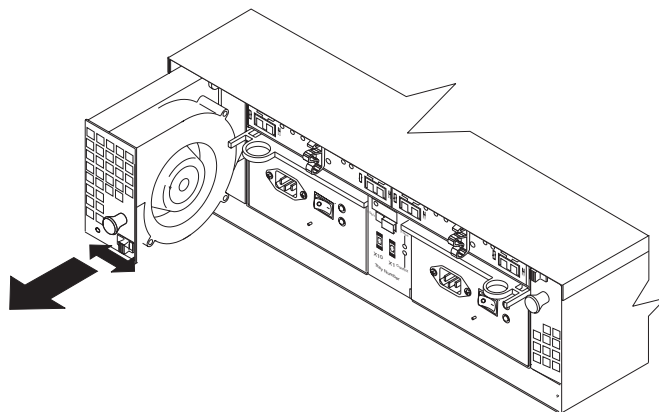

図 9. ファン CRU の取り外し
2. 図 9 に示すようにハンドルをつかんで、ファン装置をベイから引き出します。